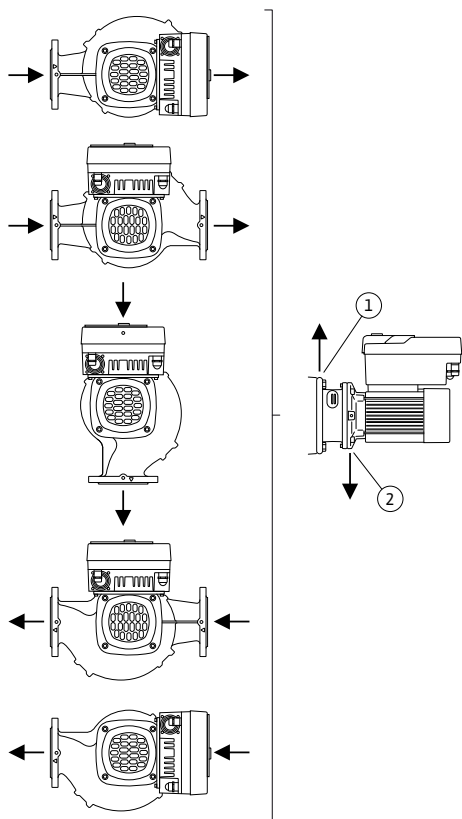

Fig. 8: Posizioni di montaggio ammesse con albero del motore orizzontale
Le posizioni di montaggio ammesse con albero del motore orizzontale e modulo elettronico verso l'alto (0°) sono illustrate nella Fig. 8.
La disaerazione della pompa è garantita in modo ottimale se la valvola di disaerazione è rivolta verso l'alto (Fig. 8, pos. 1).
In questa posizione (0°) la condensa formatasi può defluire in modo mirato attraverso gli appositi fori, la lanterna della pompa e il motore (Fig. 8, pos. 2).